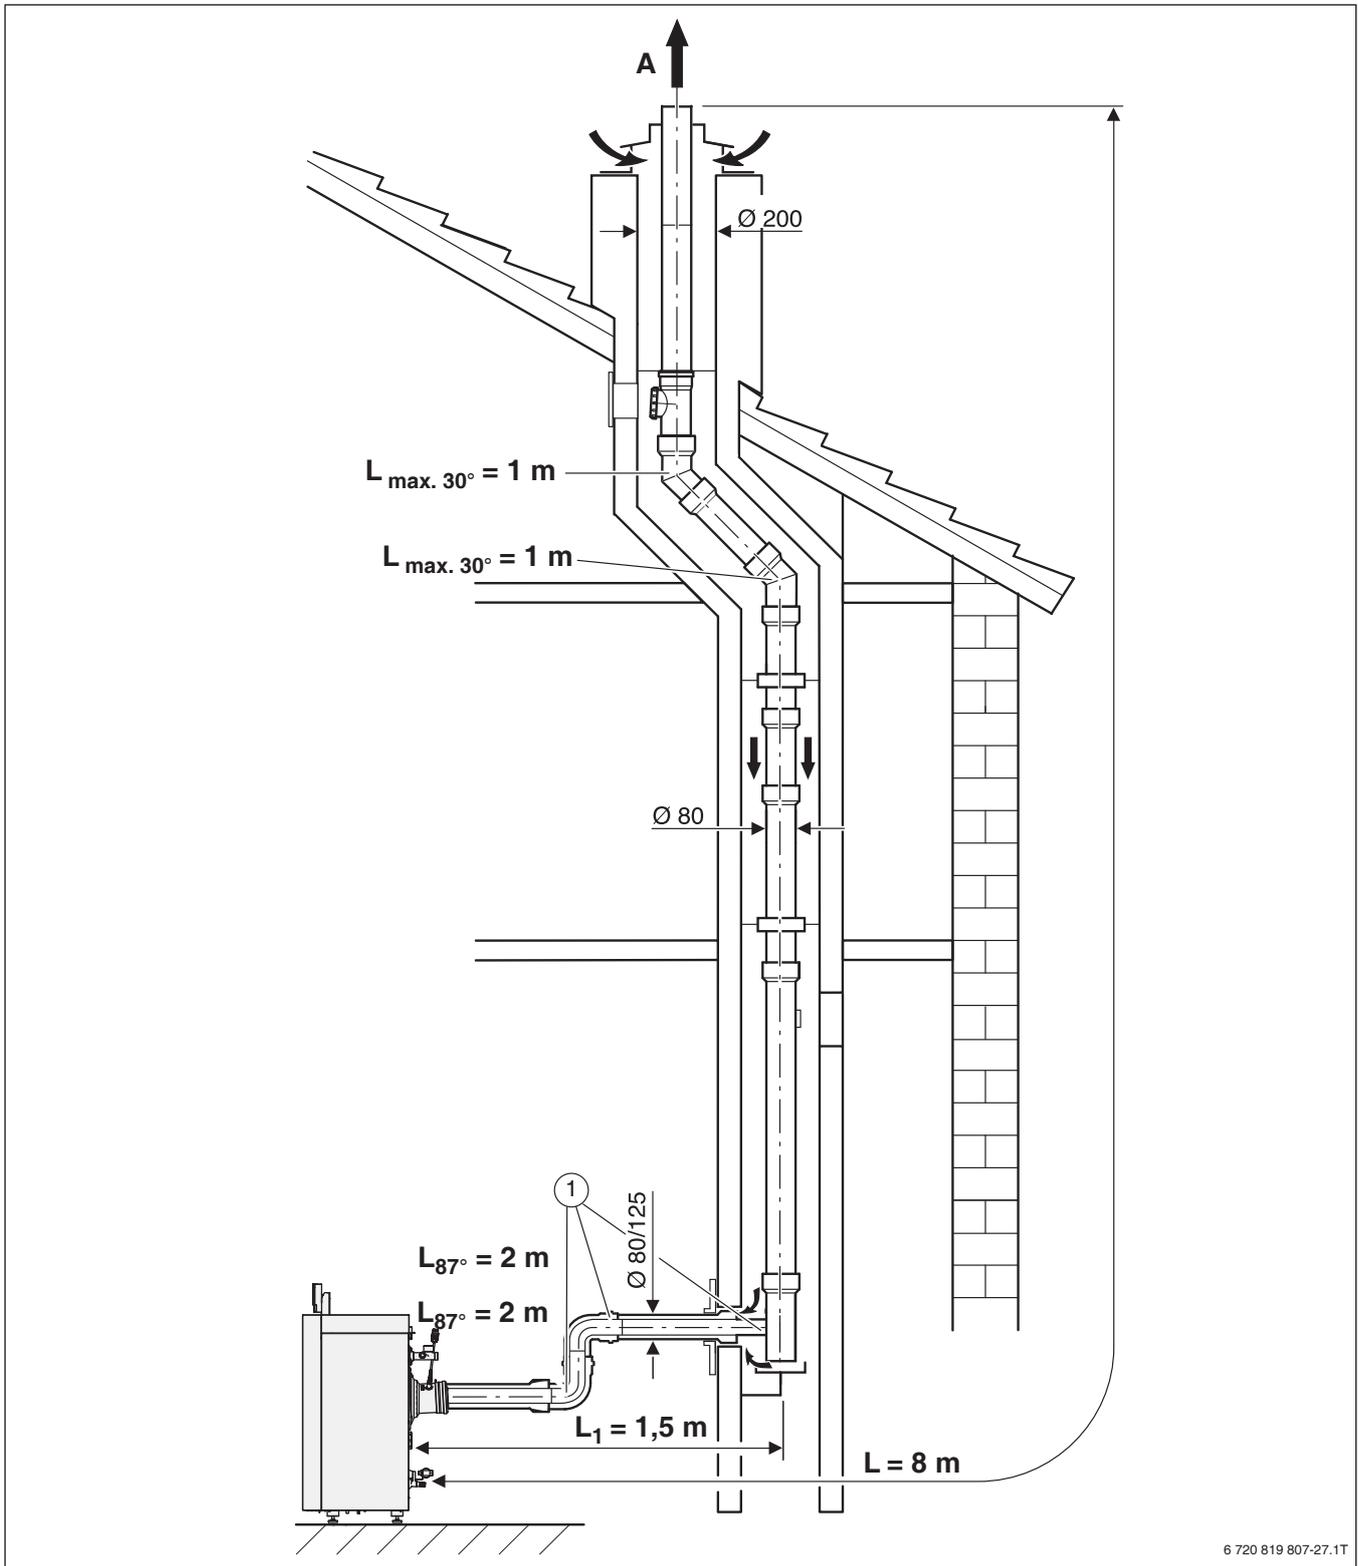

Bild 109 Beispiel zur Berechnung der Abgasrohlängen Logano plus KB192i/GB212 mit GA-K (C93x)
- ▶ Aus der vorliegenden Einbausituation (→ Bild 109, Seite 104) folgende Größen bestimmen:
$$L_1 \leq L_{1, \text{max}} \text{ (aus Beispiel in Bild 109, Seite 104 } \rightarrow 1,5 \text{ m} \leq 3 \text{ m } \rightarrow \text{OK)}$$
Aus Beispiel in Bild 109, Seite 104: